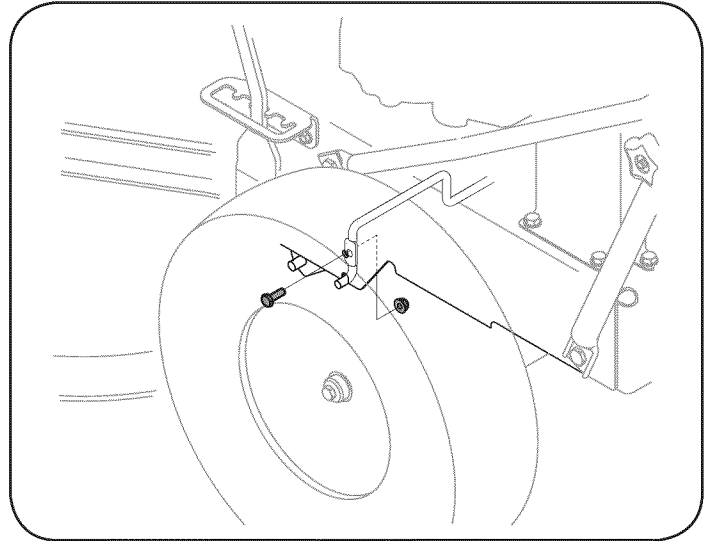

Figura 27
5. Extraiga el tornillo y la tuerca de brida que sujeta la varilla del guardacorrea al lado izquierdo del bastidor de la cortadora. Vea Figura 27.
- Retire el guardacorrea como se ha indicado antes en esta sección. Consulte la Figura 27.